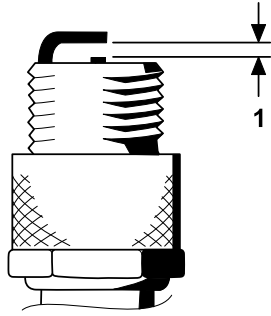

Figure 43
- Réglez l'écartement entre les électrodes centrale et latérale à 0,76 mm, comme montré à la Figure 43.